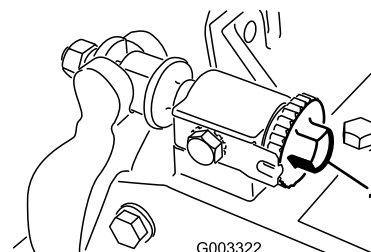

Figura 25
1. Desperte o contacto do cilindro na lâmina rodando os parafusos de ajuste da lâmina (Figura 25) no sentido contrário ao dos ponteiros do relógio até que não exista contacto.